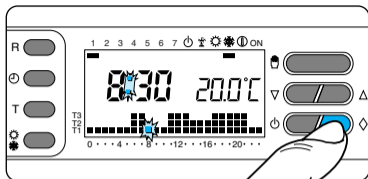

Fig. 46
**9.4** -Per uscire dal programma JOLLY e riportare l'apparecchio in funzionamento AUTOMATICO premere nuovamente il pulsante  $\diamond$  (fig. 46).